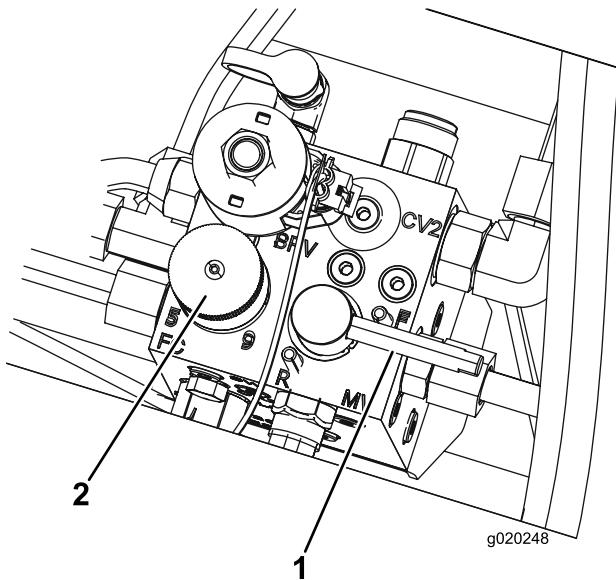

Figura 85
5. Impostate il comando della velocità dei cilindri in posizione 1 (Figura 85).
| 6. Spostate la leva di lappatura in posizione R (lappatura) (Figura 85). | |